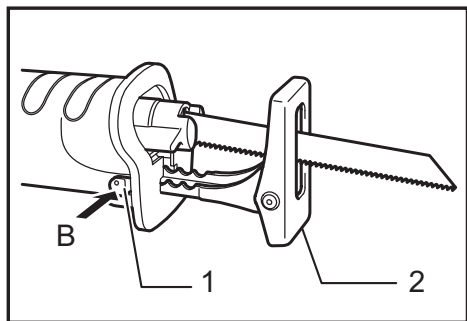

Fig.2
► Fig.2: 1. Shoe button 2. Shoe